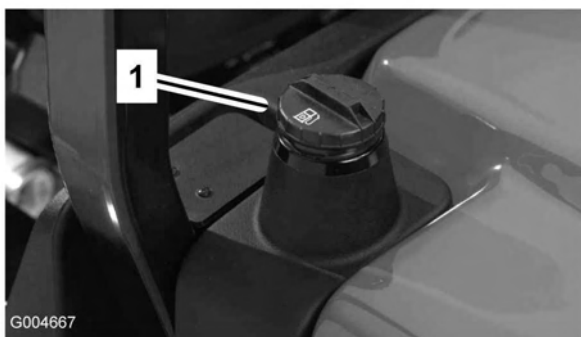

Figure 8
3. Retirez le bouchon du réservoir de carburant (Figure 8).